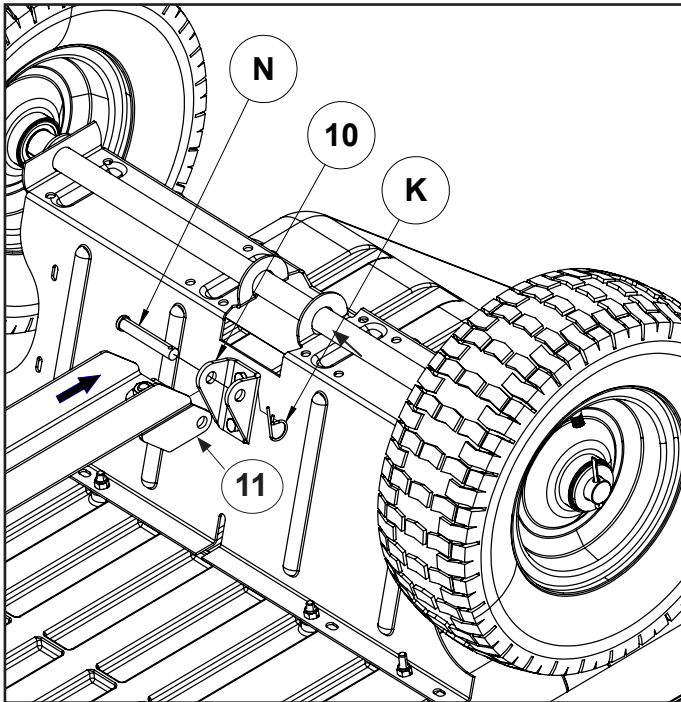

FIGURA 10
- Installez deux boulons de 1/4" dans les deux trous intérieurs du lit poly (1) et dans les trous de la plaque de support de verrouillage (3) et du support de verrouillage (4) comme indiqué ci-dessous.
- Asegure con dos tuercas de seguridad nylock de 1/4" (E).
PASO 10: (VEA LA FIGURA 10)
- Instale la horquilla pivotante (11) sobre la horquilla de descarga (10).
- Asegure con un pasador de horquilla de 2-3/4" (N) y un pasador tipo clip de 1.81" (K).